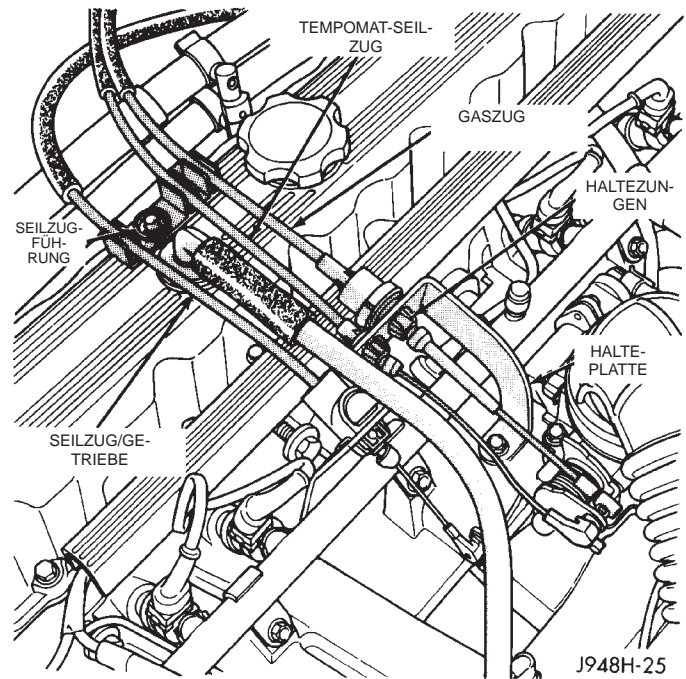

Abb. 6 Haltezungen an der Seilzug-Halteplatte zusammendrücken
(3) An der Seilzug-Halteplatte befinden sich seitlich am Tempomat-Seilzug zwei Haltezungen (Abb. 6). Haltezungen zusammendrücken und Seilzug aus der Halteplatte schieben.
(4) Seilzug von der Seilzugführung am Ventildeckel abbauen (Abb. 6).
(5) Seilzug wie in diesem Kapitel beschrieben am Tempomat-Servolement aushängen.